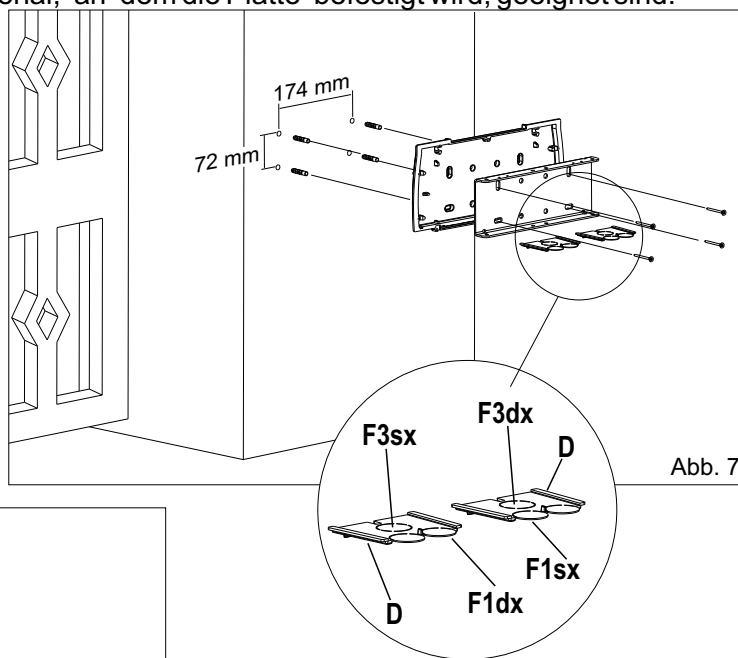

Abb. 7
- Die hintere Platte und die Befestigungsplatte mit den 4 Schrauben und Fisher (nicht mitgeliefert) am Pfosten befestigen (Abb.7).
- In den dafür vorgesehenen Öffnungen die Kappen "D" einfügen und mit einer Zange die Bohrung "F1", die dem Ausgang der Reduktionswelle entspricht, öffnen. Auch die innerste Bohrung "F3" öffnen, und als Kabeldurchlass verwenden (Abb.7).